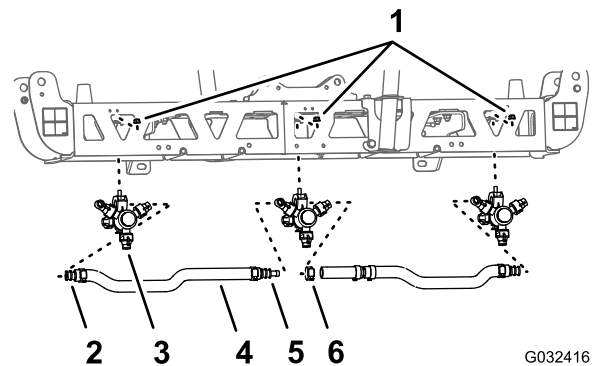
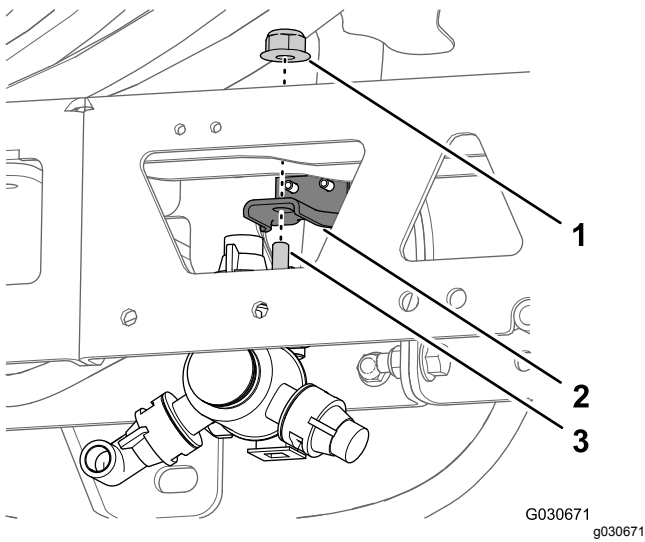

Bild 70
Bild 71
1. Entfernen Sie am mittleren Auslegerabschnitt die Sicherungsbundmutter, mit der die Sprühdüse an der Düsenbefestigung befestigt ist (Bild 70 und Bild 71).
3. Nehmen Sie die Düse aus dem mittleren Auslegerabschnitt heraus (Bild 70 und Bild 71).
5. Nehmen Sie die Schläuche (Innendurchmesser von 3/4"), die gezahnten Schlauchschafte, die Klemmen und das gezahnte T-Anschlussstück vom mittleren Auslegerabschnitt ab (Bild 70).